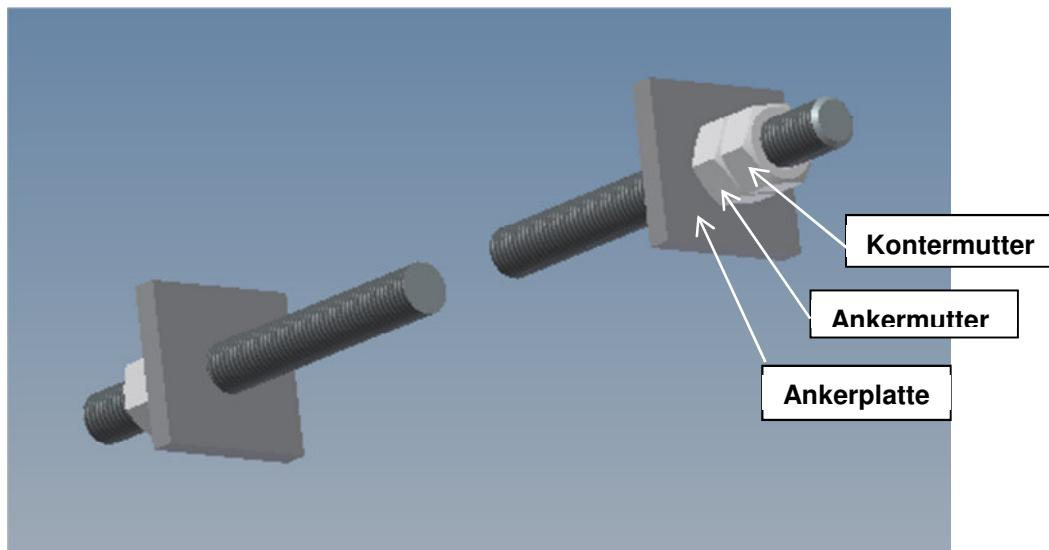

Bild 9 Abspaltungselement mit Verschraubung
- 3.2.8 Waagrechte Abspannstäbe (Bild 9) an den Sammlern und den projektbezogenen Aufnahmepunkten gemäß dem Positionsplan nach Herstellervorschrift verankern und befestigen.